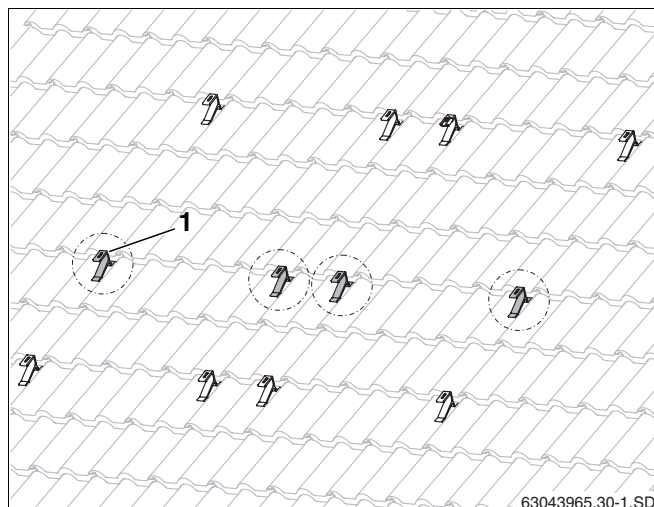

Рис. 28 Дополнительные кровельные крюки для профиля с повышенной снеговой нагрузкой (здесь: для двух коллекторов)
- Дополнительные кровельные крюки (рис. 28, поз. 1) крепите, по возможности, посередине между уже установленными верхними и нижними крюками.